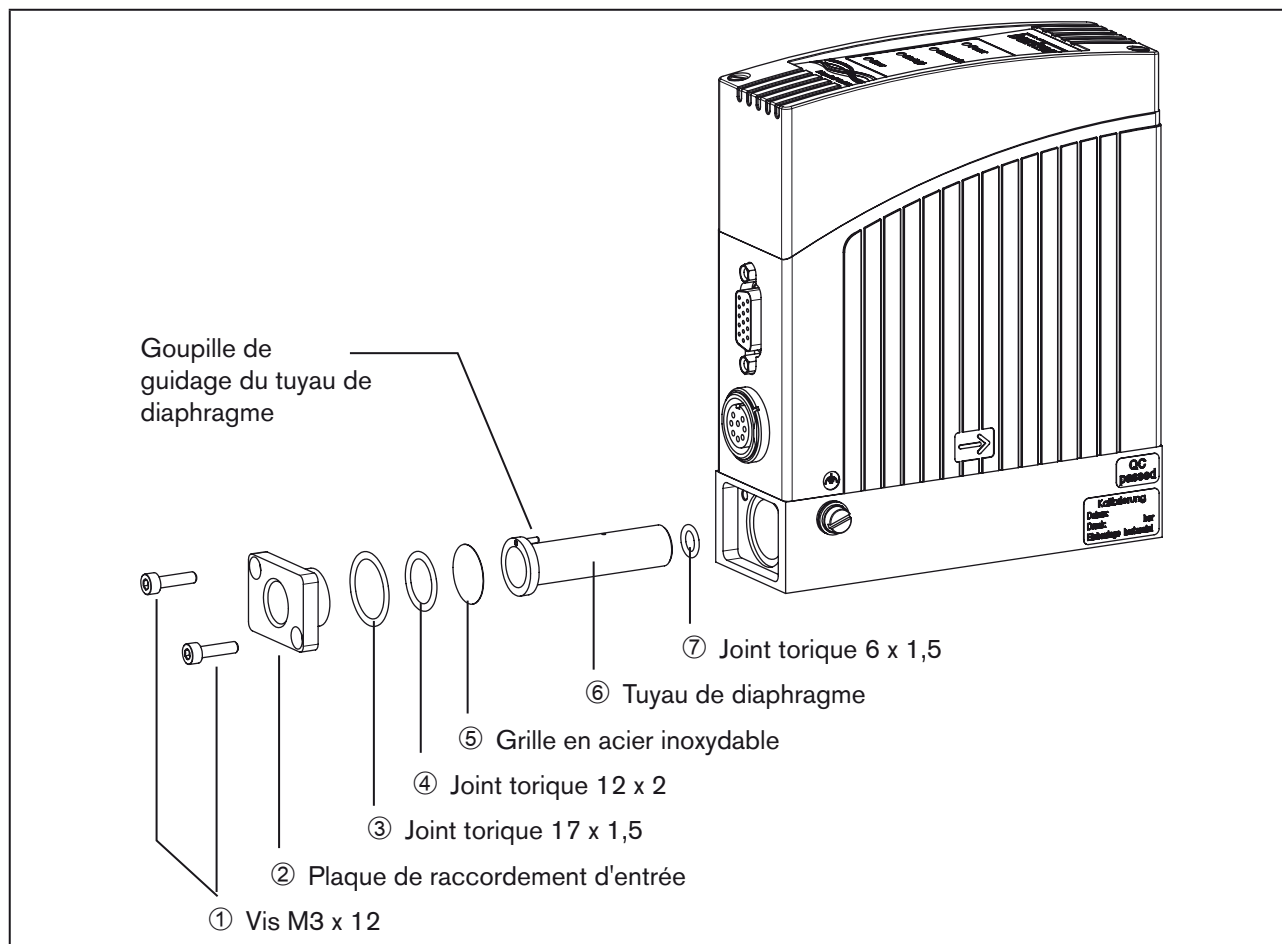

Fig. 11 : Maintenance, nettoyage
- Pour accéder à la grille en acier inoxydable, desserrez la plaque de raccordement d'entrée ② (voir Fig. 11 : Maintenance, nettoyage).
- Remettez les pièces en place, dans l'ordre et dans la position correcte (voir Fig. 11 : Maintenance, nettoyage).
- Le tuyau de diaphragme ⑥ doit être installé de sorte que la goupille de guidage du tuyau soit insérée dans l'alésage correspondant du bloc de base.
- Lors de l'installation, la partie fine de la grille en acier inoxydable ⑤ doit être dirigée vers la plaque de raccordement d'entrée ②.